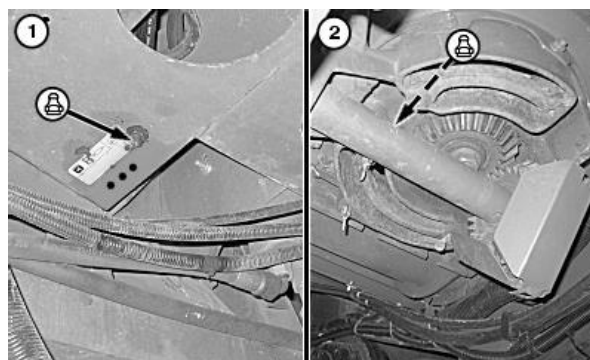

Рис.4.48 – Змащування верхнього редуктора (1) та підшипника нижнього редуктора (2) розвантажувального шнека
5. Змастити верхній редуктор розвантажувального шнека через маслянку (рис.4.48).
6. Змастити підшипник нижнього редуктора розвантажувального шнека (рис.4.48).